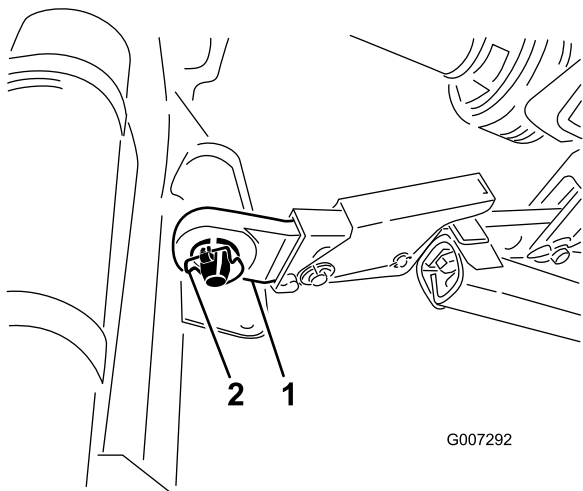

**図5**
**注** 地上高を最大にするには、ヒッチピンをエアレータの低い方の取り付けブラケット穴に差し込みます 図5。T高い方の取り付け穴をいつ使用するかについては、「PTO シャフトを取り付ける」を参照してください。